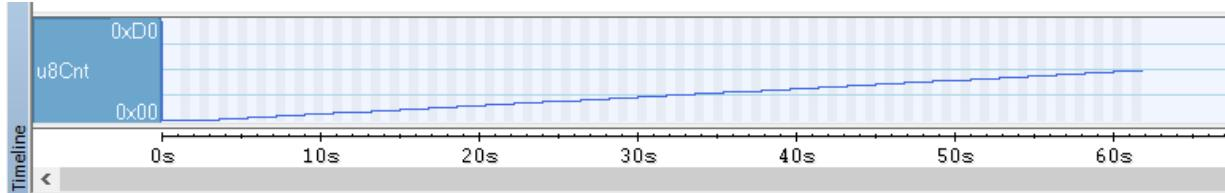

图 3-10 Timeline 窗口
- 在 Timeline 窗口 Data Log 一栏，再次点击右键选择“Enable”使能图像化显示，可获得变量值的实时变化图像，如图 3-10 所示。